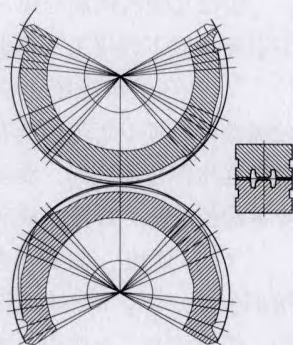

图1 模具
待修复模膛(见图1)表面应整体向下或向外加工10mm以上(一般10~15mm)。加工方法有:①用合金铣刀铣削加工扩大模膛。②用电弧气刨扩大模膛。③采用较大石墨电极电火花加工模膛。